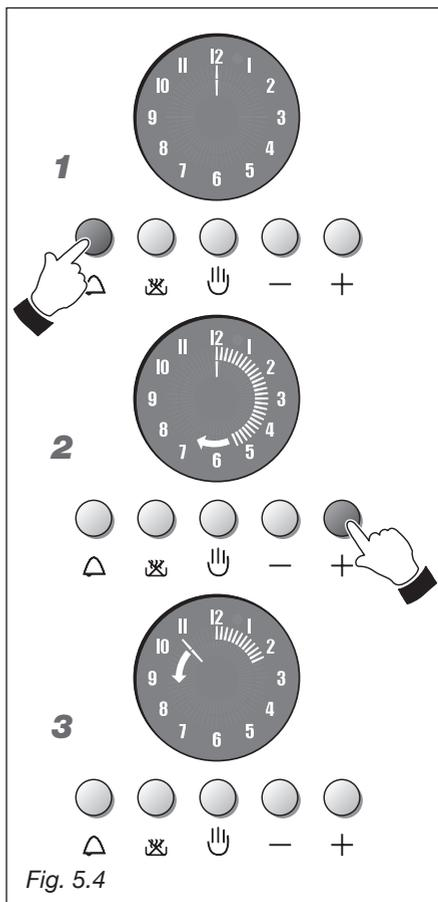

Fig. 5.4
CONTAMINUTI (fig. 5.4)
1. Fig. 5.4 - Per impostare il tempo, premere il pulsante \triangle .
2. Fig. 5.4 - Entro 7 secondi premere il pulsante \oplus fino ad accendere i segmenti esterni corrispondenti al tempo desiderato (ogni segmento corrisponde a 1 minuto).
3. Fig. 5.4 - Il conteggio alla rovescia inizia immediatamente e viene visualizzato da una lancetta luminosa ruotante in senso antiorario che ad ogni giro (1 minuto) spegnerà un segmento.